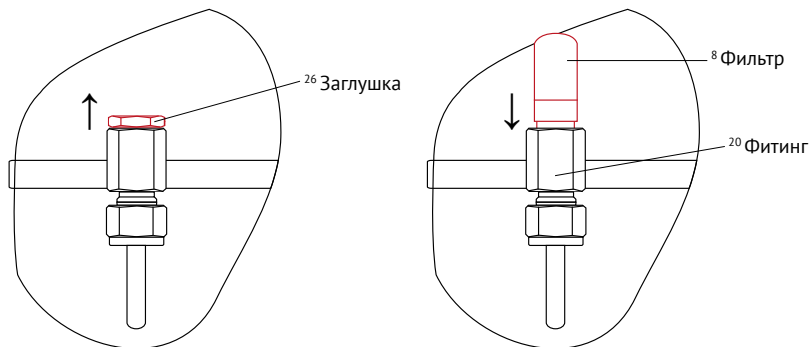

Рис. 2. Снятие заглушек и установка фильтров
6.3.1 Удалите заглушки 26 из фитингов 20 (Рис. 2). Забор воздуха компрессорным блоком производится из верхней части внутренней полости).